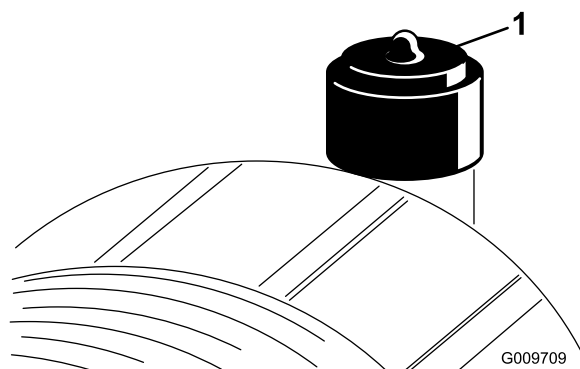

Figura 46
Revise el filtro del limpiador de aire únicamente cuando el indicador de mantenimiento lo requiera (Figura 46). El cambiar el filtro antes de que sea necesario sólo aumenta la posibilidad de que entre suciedad en el motor al retirar el filtro.
2. Reinicie el indicador (Figura 46) si se ve rojo.